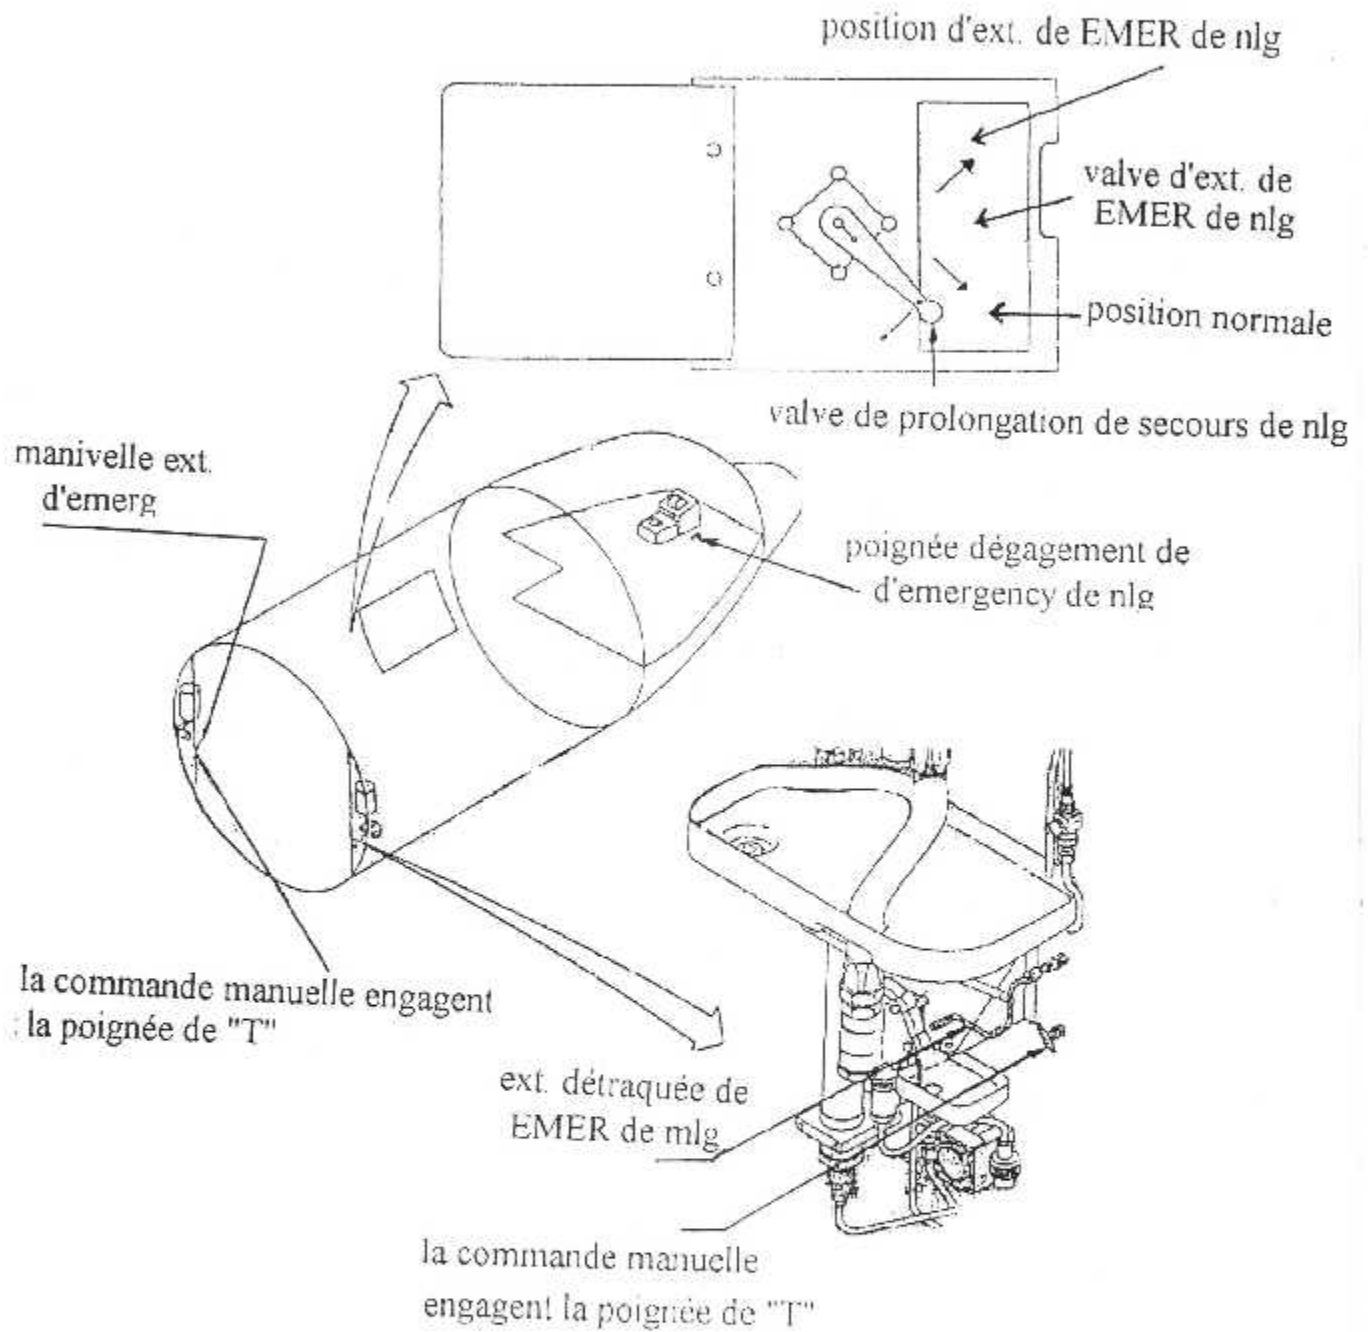

Figure : 05
**II-2.1. Système de secours :(figure 05)**